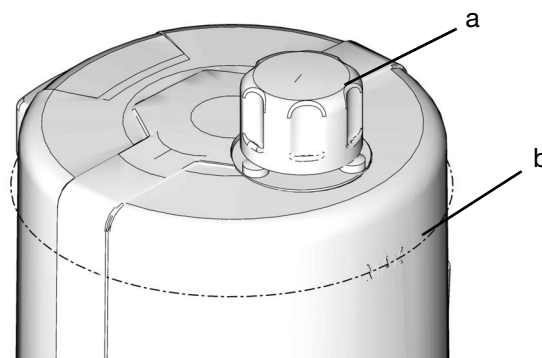

Рис. 21
- Не переполняйте бак (Рис. 21).